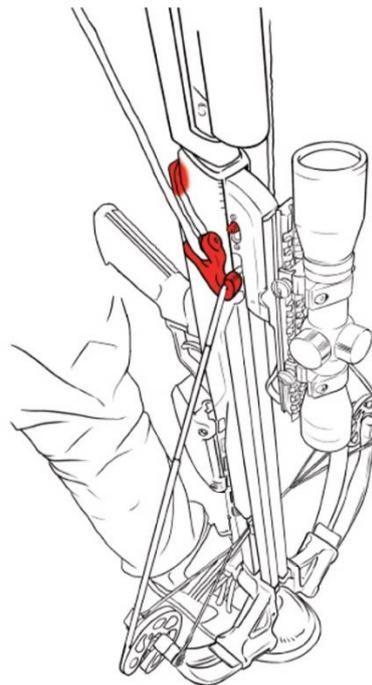

Рис.11
7. Упираясь ногой в стремя, потяните на себя рукоятки натяжителя до тех пор, пока тетива не зафиксируется в спусковом механизме – прозвучит характерный щелчок (Рис.11).